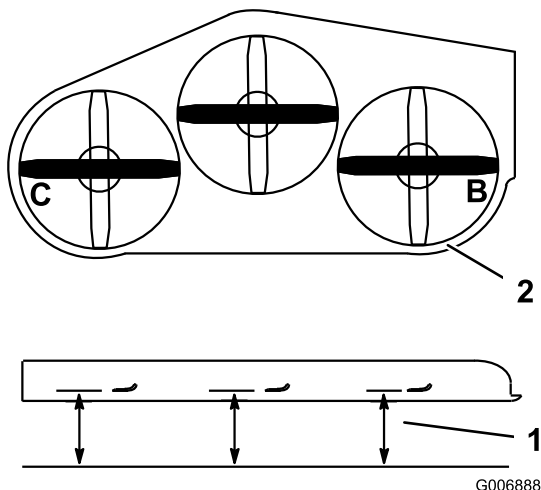

Figura 90
- Mida en las posiciones **B** y **C** desde una superficie nivelada hasta el filo de corte de los extremos de las cuchillas (Figura 90).